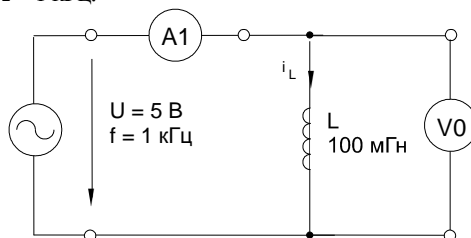

Рисунок 7.4. Схема электрической цепи
- Соберите цепь согласно схеме (рис. 7.4), подсоедините к ее входу регулируемый источник синусоидального напряжения с параметрами $U = 5 \text{ В}$, $f = 1 \text{ кГц}$.